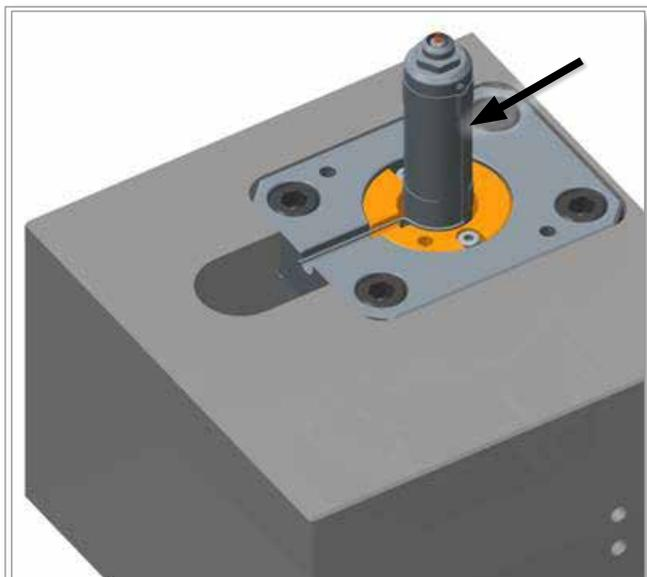

Figura 11-26 Monte el termopar de la boquilla
- Monte el termopar de la boquilla en la parte delantera de la boquilla. Consulte la Figura 11-26.